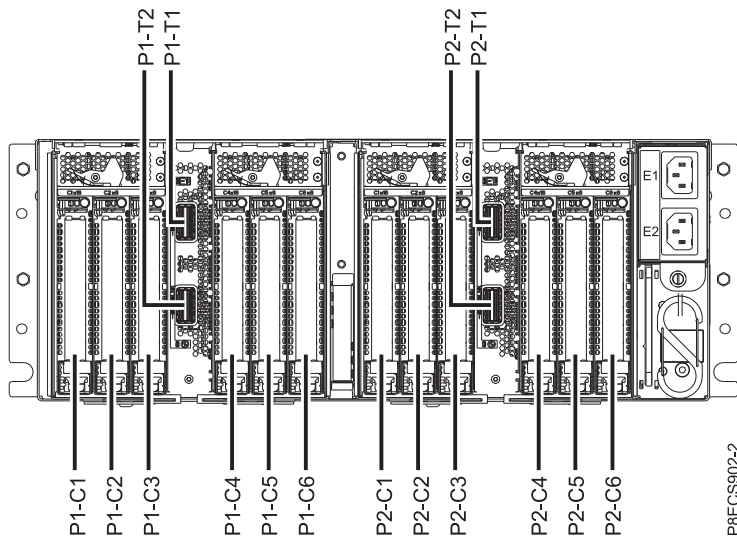

Abbildung 1. Positionen der PCIe-Adaptersteckplätze im Einschub für PCIe3-Erweiterungen
2. Bestimmen Sie den Steckplatz, in dem Sie einen PCIe-Adapter installieren möchten. Siehe Platzierungsregeln für PCIe-Adapter und Steckplatzprioritäten - Einschub für PCIe-Gen3-E/A-Erweiterungen. Die PCIe-Adaptersteckplätze befinden sich an der E/A-Modulposition, die an der Rückseite des Einschubs für PCIe3-Erweiterungen installiert ist. Abb. 1 auf Seite 2 zeigt die Positionscodes der PCI-Adapter.